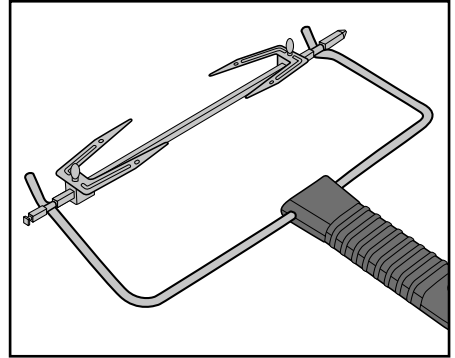

Abb. 3: Einhaken der Zange **12** beim Drehspieß **16**
- Um den heißen Drehspieß **16** zu entnehmen, greifen Sie mit den Haken am Ende der Zange **12** in die Vertiefungen am Drehspieß **16** (Abb. 3):